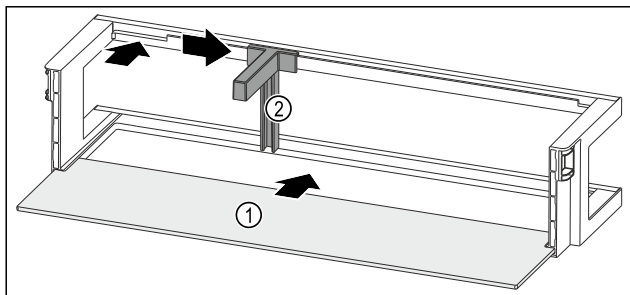

Fig. 262 Balconcino controporta con ripiano
- Inserire il ripiano Fig. 262 (1) negli incavi laterali.
- Inserire il fermabottiglie Fig. 262 (2) nell'incavo.
- Fare scorrere il fermabottiglie Fig. 262 (2) lateralmente alla posizione desiderata.